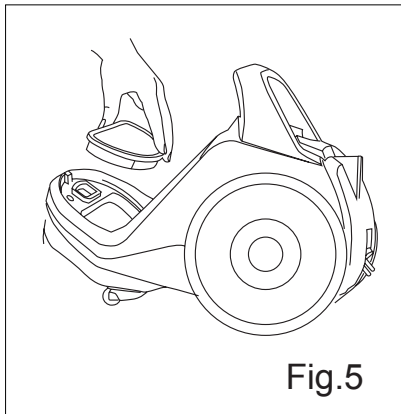

Fig.5
- Retirar el filtro de su alojamiento. (Fig. 5).